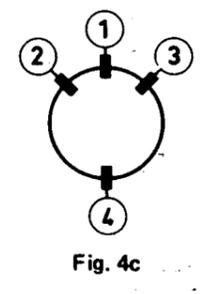

Fig. 4c
- Interporre il cuneo ④ come indicato nella Fig.4c o 5c e premere il lato adesivo fermamente.